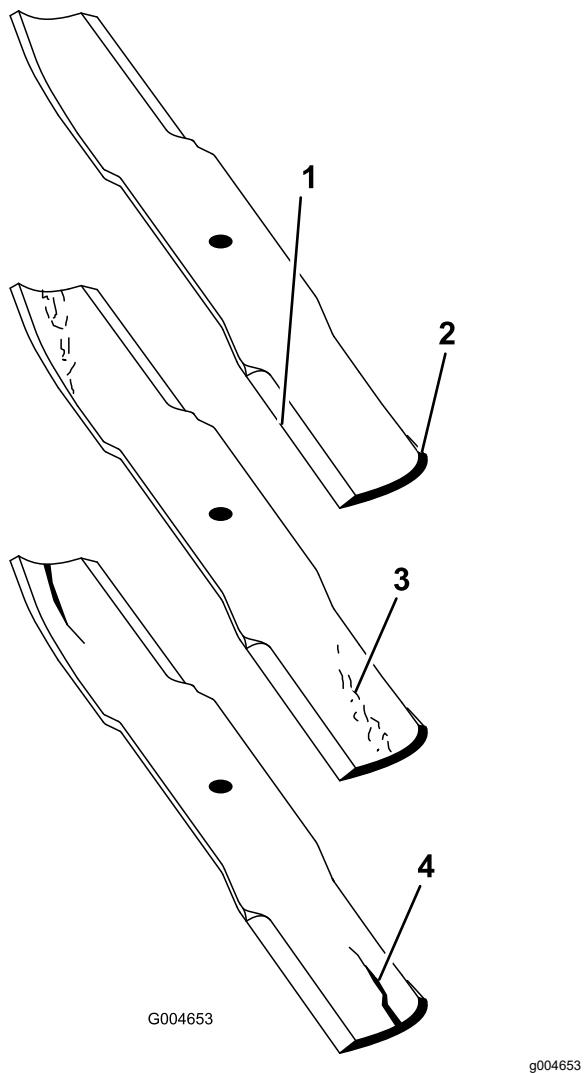

图 26
- 仔细检查刀片的剪草端特别是刀片平面和曲面交接的部分(图 26)。
**注意**由于沙子和研磨材料可能导致连接刀片平面与曲面的金属磨损请在使用剪草机之前检查刀片。如果看到出现磨损图 26 请更换刀片。